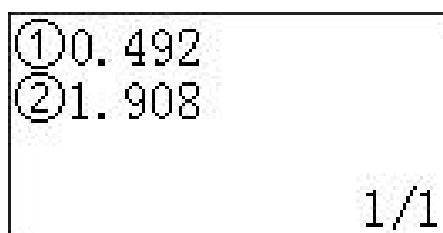

图 8 测点计算结果界面
设置完参数后，选择“③计算”，完成测点距离计算，并显示每个测点的位置，如图 8，当测点较多时，按方向键进行翻页显示（总页数在右下方显示）。